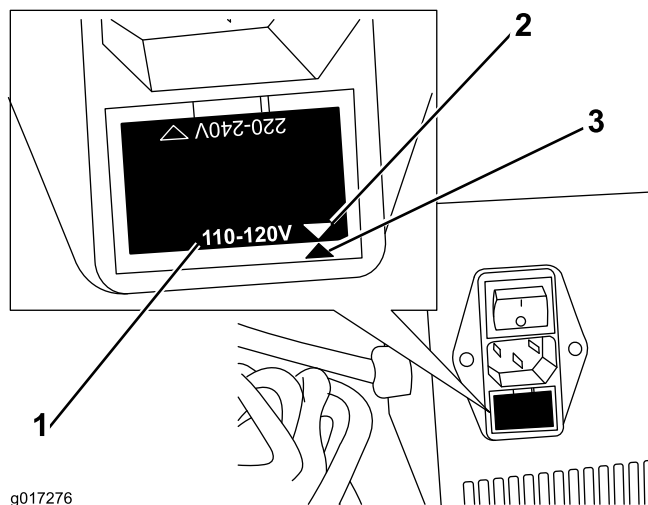

Figura 1
1. Verificate l'orientamento del portafusibile sotto l'innesto femmina del cavo di alimentazione per determinare se la tensione impostata sul caricabatteria corrisponde alla tensione nominale della presa elettrica che userete per alimentare il caricabatteria (Figura 1).
Nota: La Figura 1 mostra l'impostazione per l'alimentazione 110–120 V.
3. Capovolgete il portafusibile in modo tale che la tensione riportata sul portafusibile si allinei al segno di riferimento presente sul supporto (Figura 1).